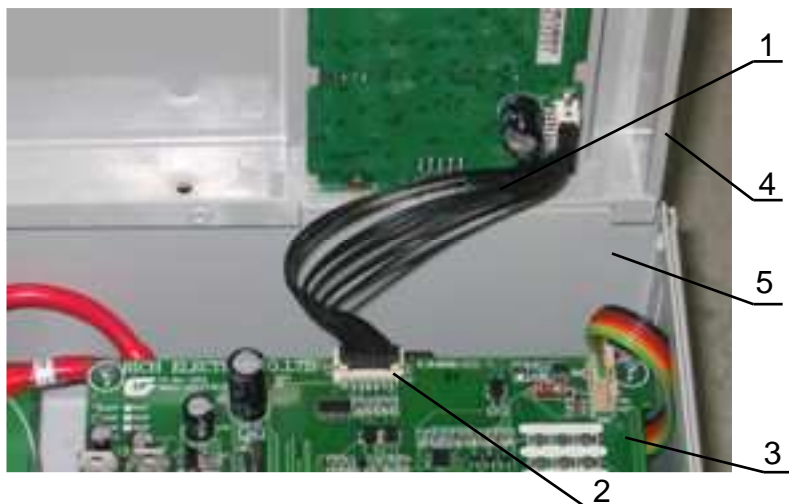

Рис.7.25
7.9.2. Присоединить свободный разъем шлейфа ЦП (1) к разъему CN1(2) платы драйверов (3) (рис.7.25).